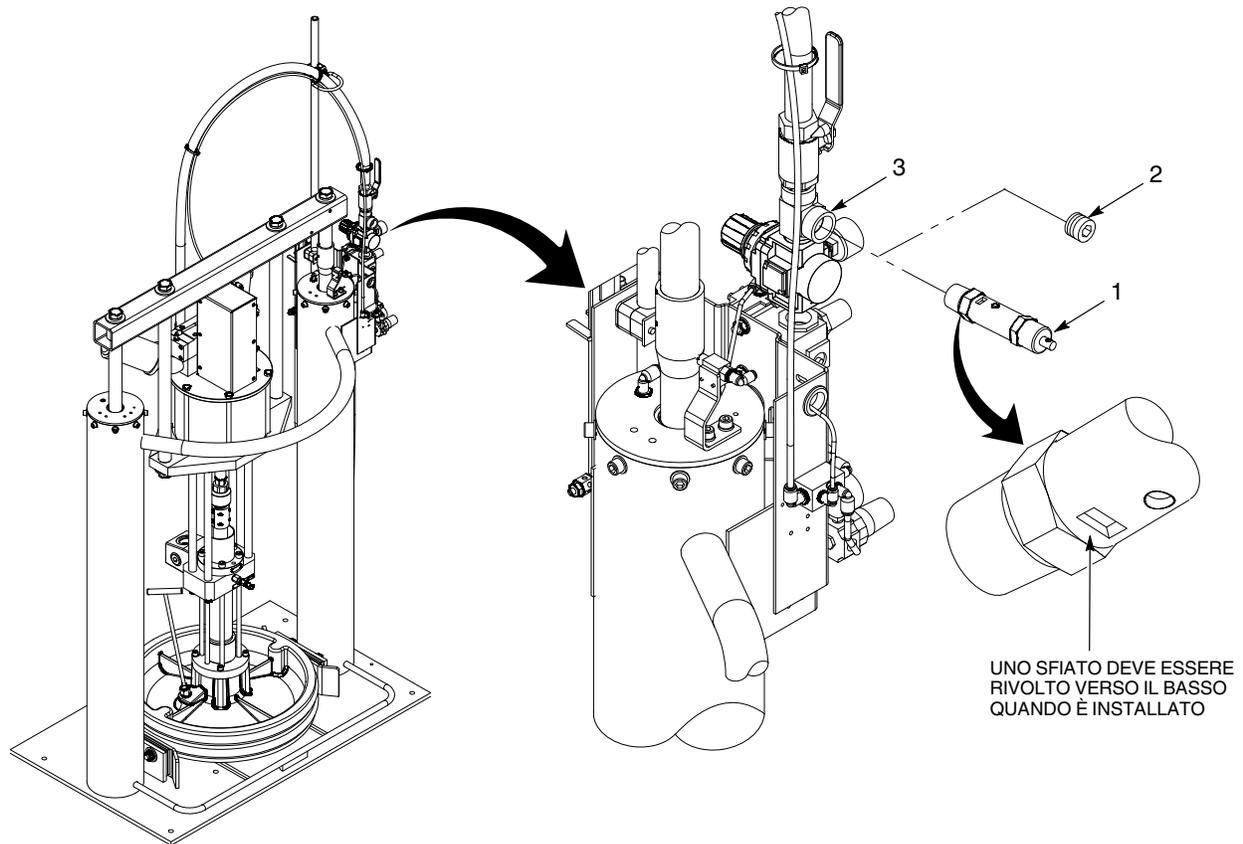

Figura 1 Installazione tipica
1. Vedi figura 1. Togliere il tappo (2) dal foro 3/4 NPTF (3).
2. Applicare adesivo sui filetti della valvola di sfiato (1).
3. Installare la valvola di sfiato nel foro 3/4 NPTF (3). Stringere bene la valvola di sfiato. Assicurarsi che uno sfiato sia posizionato verso il basso per permettere all'umidità di scaricarsi e prevenire l'accumulo di contaminanti nell'area della sede.